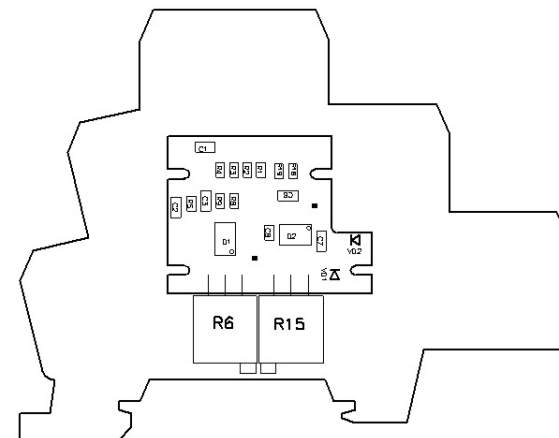

Рис. 4.2 Расположение регулировок на плате преобразователя
- 4.7 Расположение регулировок на плате преобразователя представлено на рис. 4.2. Описание регулировок представлено в таблице 4.2.